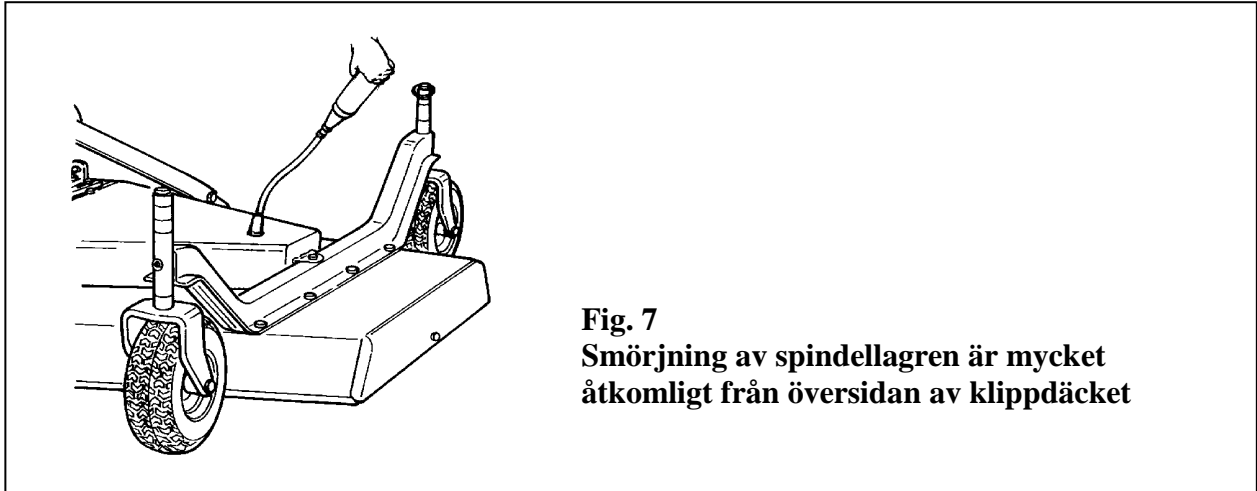

Fig. 7
1. Smörj de tre knivrotorerna med två eller tre pumpningar av fett (**se fig. 7**). De översta smörjnipplarna är lätt åtkomligt från översidan av klippdäcket efter att plstdammskyddarna är borttagna.